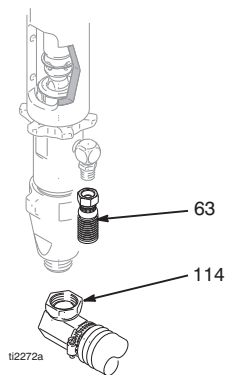

FIG. 7
3. (Abb. 7) Saugschlauch (114) und Farbschlauch (63) entfernen (am Drehgelenke).